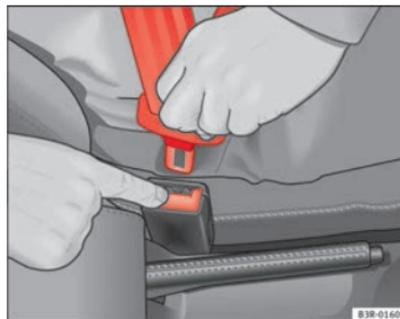

Fig. 16 Retirar la lengüeta del cierre del cinturón ▶
- Pulse la tecla roja que hay en el cierre del cinturón ⇒ fig. 16. La lengüeta del cierre es expulsada hacia fuera ⇒ ⚠.